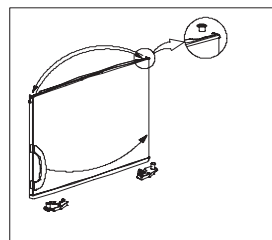

Fig. 9
8. Retirez la douille supérieure et déplacez-la du côté gauche (Fig. 9). Desserrez la vis de l'arrêtoir de la porte du compartiment congélateur du côté droit et retirez l'arrêtoir. Montez l'arrêtoir de gauche du côté gauche (Fig. 9). (Vous pouvez utiliser l'arrêtoir de porte du congélateur (gauche) présent dans l'enveloppe contenant le manuel de l'utilisateur).